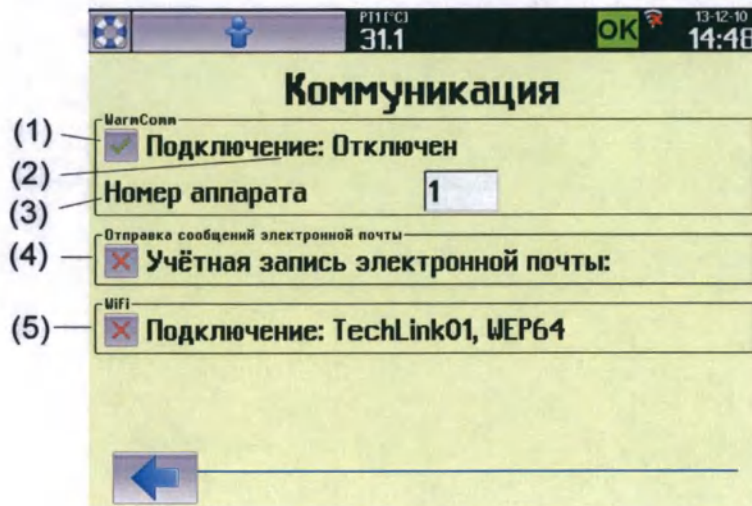

рис. 26
При нажатии на кнопку (5), см. рис. 26, отображается список активных точек доступа к сети.
Чтобы использовать установленную на ПК программу WarmComm4 (см. 12.7.1) через порт RS232 (или USB), необходимо активировать соединение с WarmComm4 (рис. 26) и подключить аппарат к ПК с помощью соответствующего кабеля.